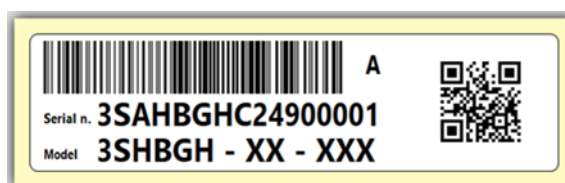

Figura 6: esempio di etichetta della cornice.
2. Etichetta della cornice: posizionata sul lato della cornice e contenente il numero di serie del prodotto, il codice a barre, un codice QR, la classe corrente e il codice del prodotto (Figura 6).